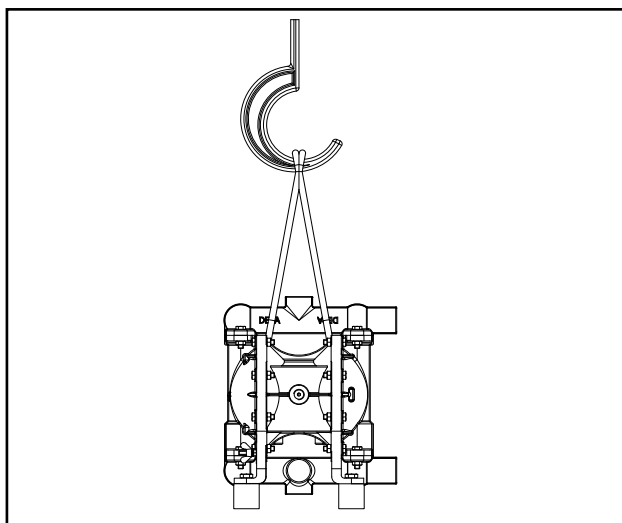

Fig. 1: Transporte da bomba
**Perigo! De modo a evitar um deslizamento do laço é necessário que o gancho seja conduzido em cruz (Fig. 1).**